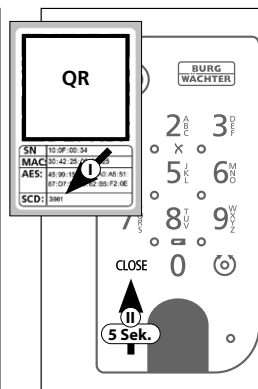
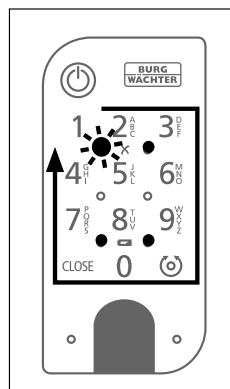

Abb. 35
Abb. 36
11 Tippen Sie den mitgelieferten Sicherheitscode (SCD) auf der Tastatur ein. Sie finden den Safety-Code auf dem der Tastatur beiliegenden Sticker (I) (Abb. 35).
12 Drücken und halten Sie die CLOSE-Taste für fünf Sekunden (II) (Abb. 35), bis die Signal-LEDs auf der Tastatur im Uhrzeigersinn nacheinander aufleuchten (Abb. 36).